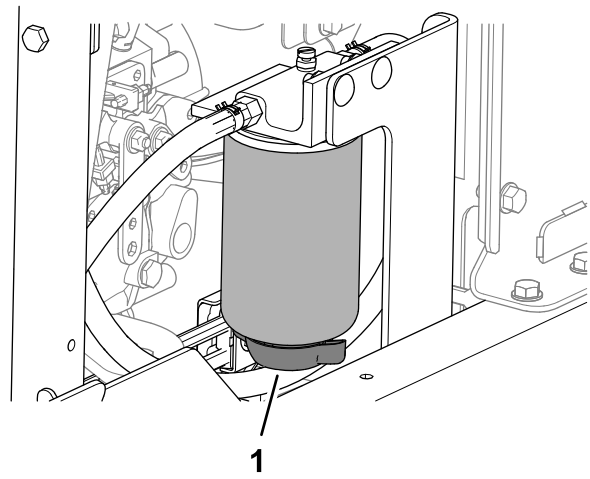

Figura 83
3. Coloque un recipiente de vaciado debajo de la válvula de vaciado del separador de combustible/agua (Figura 83).